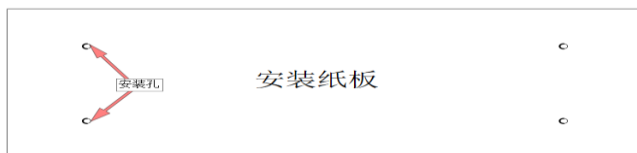

图 1
- 3、将安装板粘贴在指定区域的天花板上，并根据安装纸板上的 4 个安装孔，用记号笔依次记好位置，如图 1。